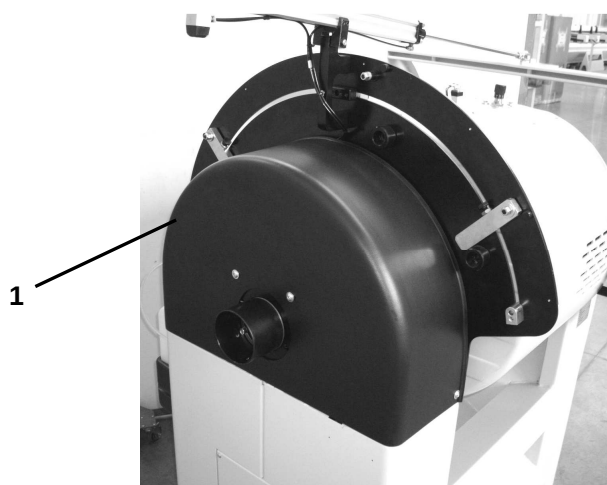

Fig. 09-06
- Retirer le carter de protection arrière '1' - **Fig. 09-06**.
- Refermer le carter de protection '1' - **Fig. 09-06**.